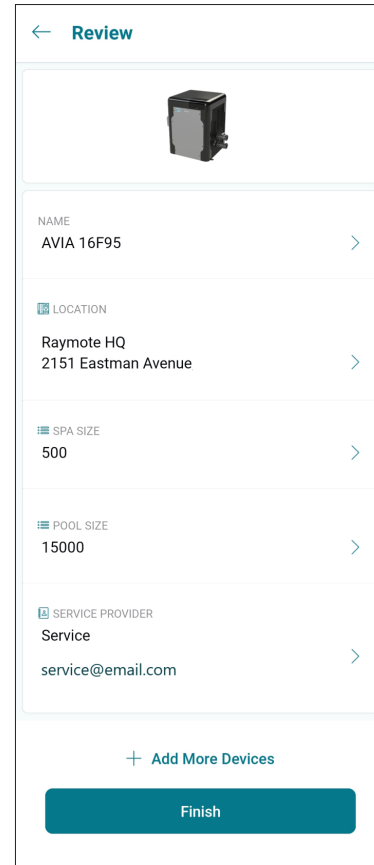

**Figure 119. Configuration de l'appareil**
- L'appli Raymote transmet les identifiants réseau Wi-Fi à votre appareil. Cela pourrait nécessiter quelques secondes, voir **Figure 119**.